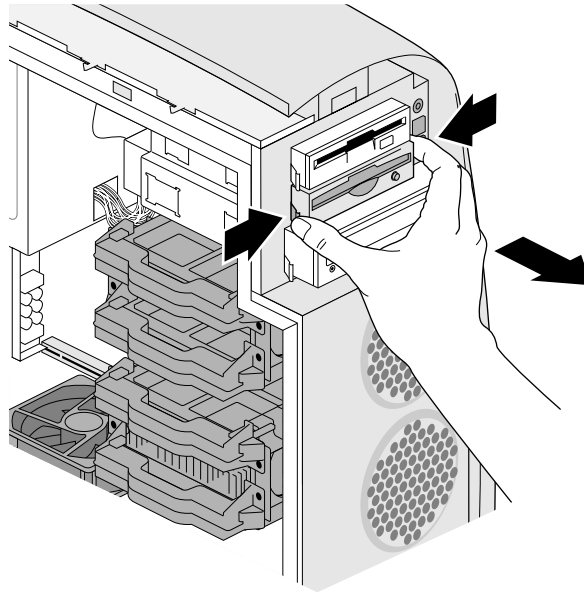

Abbildung 4-11 Deinstallation des Laufwerks
6. Drücken Sie an der Vorderseite des Systems die Ränder der Laufwerksschienen in Richtung Laufwerk zusammen, um dieses zu lösen. Ziehen Sie das Laufwerk aus dem Laufwerksschacht. Siehe Abbildung 4-11.